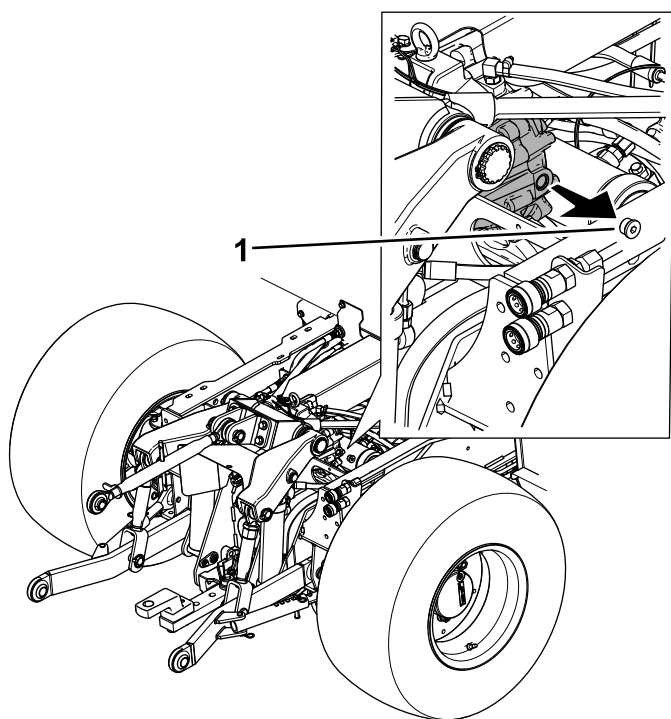

Figure 108
2. Retirez le bouchon de l'orifice de contrôle du boîtier d'engrenages de PDF arrière (Figure 108).